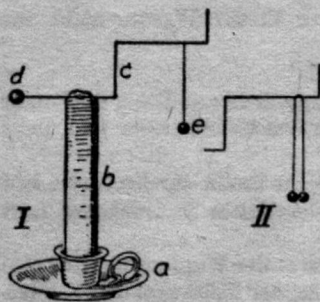

Abb. 63
c) Stelle nach Abb. 63 I einen kleinen Apparat zusammen! a = ein Kerzenhalter, b = eine Siegellackstange, c = ein mehrfach gebogener Kupferdraht, d = eine kleine Holzkuugel mit Stanniol umwickelt und so aufgesetzt, daß das Stanniol den Kupferdraht berührt, e = ein Holundermarkkugeln an einem Seidenfaden. Die Siegellackstange wird über einer Kerzenflamme erwärmt, der Draht in die weiche Masse gedrückt.
**Beobachtungen:** Hänge an einem Seidenfaden 2 Holundermarkkugeln so auf, wie es Abb. 63 II zeigt! Nähere der umwickelten Holzkugel die geriebene Glasröhre oder Siegellackstange, beobachte die beiden Kügelchen! Mache den Seidenfaden naß und mache den gleichen Versuch! Unterschied? — Verwende statt des Seidenfadens einen Leinenfaden! — Lade die beiden Kügelchen (am Leinenfaden) mit Elektrizität und berühre die Holzkugel mit dem Finger, mit einem trockenen, einem nassen Seiden- oder Leinenfaden, mit einer Stricknadel, einem Stück Glas usw.!